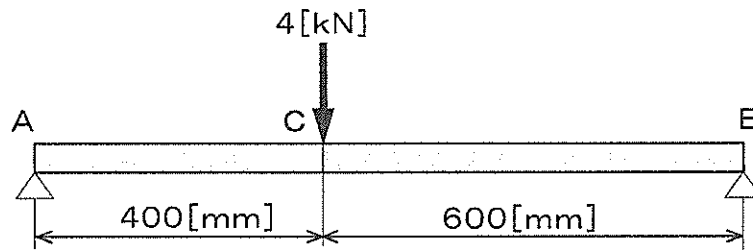

図1 単純支持ばり
(1) 図1のような単純支持ばりについて、後の①～③の問いに答えよ。